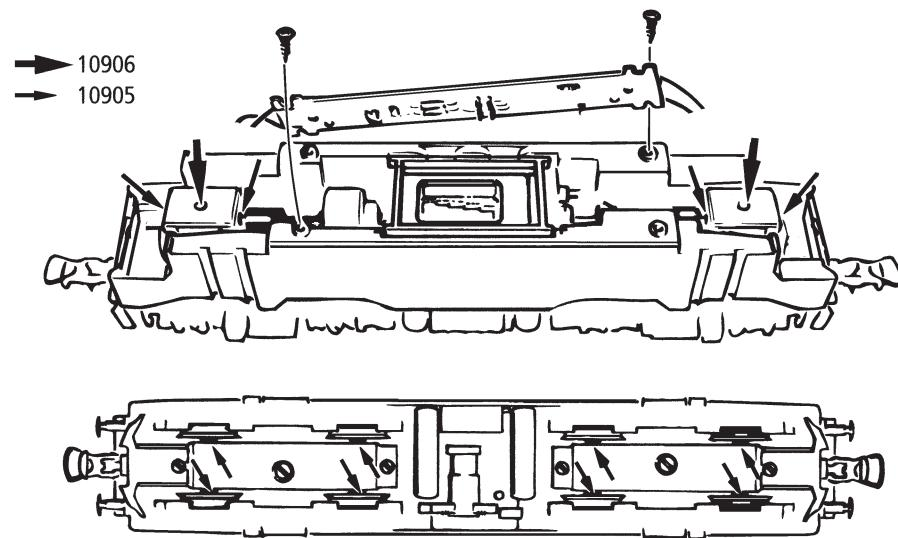
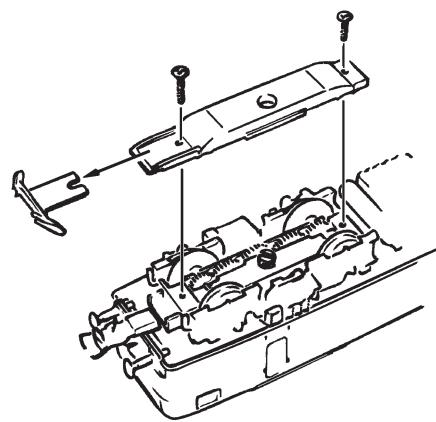

Fig. 6
Fig. 7
**1. Nettoyage des lames de courant aux roues:** Les lames de contacts risquent de s'encaisser rapidement sur des voies poussiéreuses. Veuillez **enlever la poussière** aux endroits marqués à la fig. 6 à l'aide d'un petit pinceau souple.
**3. Échange des bandages d'adhérence:** Démontez d'abord **le couvercle du carter des engrenages** des engrenages (fig. 6). Délogez ensuite les essieux bandagés et enlevez, à l'aide d'une aiguille ou d'un tournevis fin, les bandages d'adhérence (fig. 7). Lors du montage des nouveaux bandages veuillez veiller à ce que les bandages **ne soient pas tordus**.